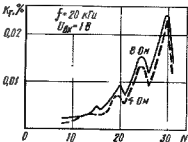

Рис. 4
На рис. 4 приведены зависимости коэффициента гармоник (K_g) (на частоте 20 кГц при амплитуде входного сигнала 1 В) от показаний табло РГ (N) при установке переключателя SA6.1 в положение «4 Ом» и «8 Ом».